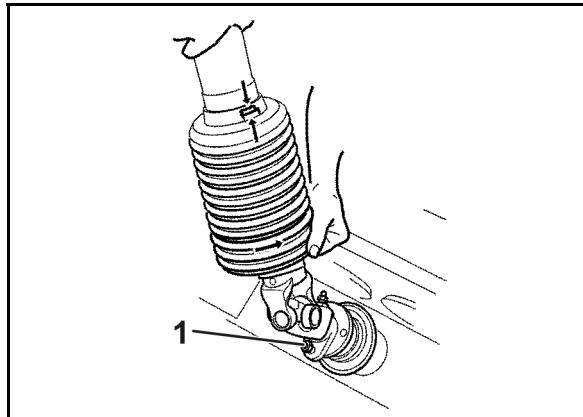

图 89
1. 在安装位置上安装万向轴保护罩 (图 89)。
独立包装的螺栓 M8 x 30 A2-70 为备用抗剪螺栓 (图 89/1)，用于将万向传动轴的插叉固定在齿轮箱输入轴的法兰上。将涂抹过润滑脂的万向传动轴插到齿轮箱输入轴上。